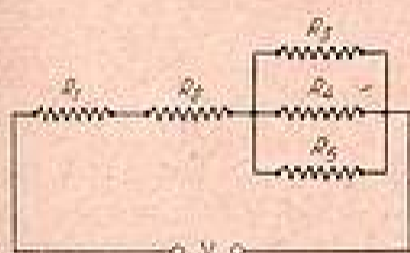

FIG. II-10
c) Groupement série-parallèle. — Un tel groupement est illustré sur la figure II-10 : mais ce n'est qu'un exemple, car il y a une infinité de combinaisons possibles. Il suffit de bien distinguer les groupements et de leur appliquer leurs formules respectives. C'est ainsi que pour calculer la résistance unique susceptible de remplacer les cinq résistances du groupement, il nous faudra d'abord chercher la résistance équivalente à R_1, R_2, R_3 , puis l'additionner à $R_4 + R_5$.